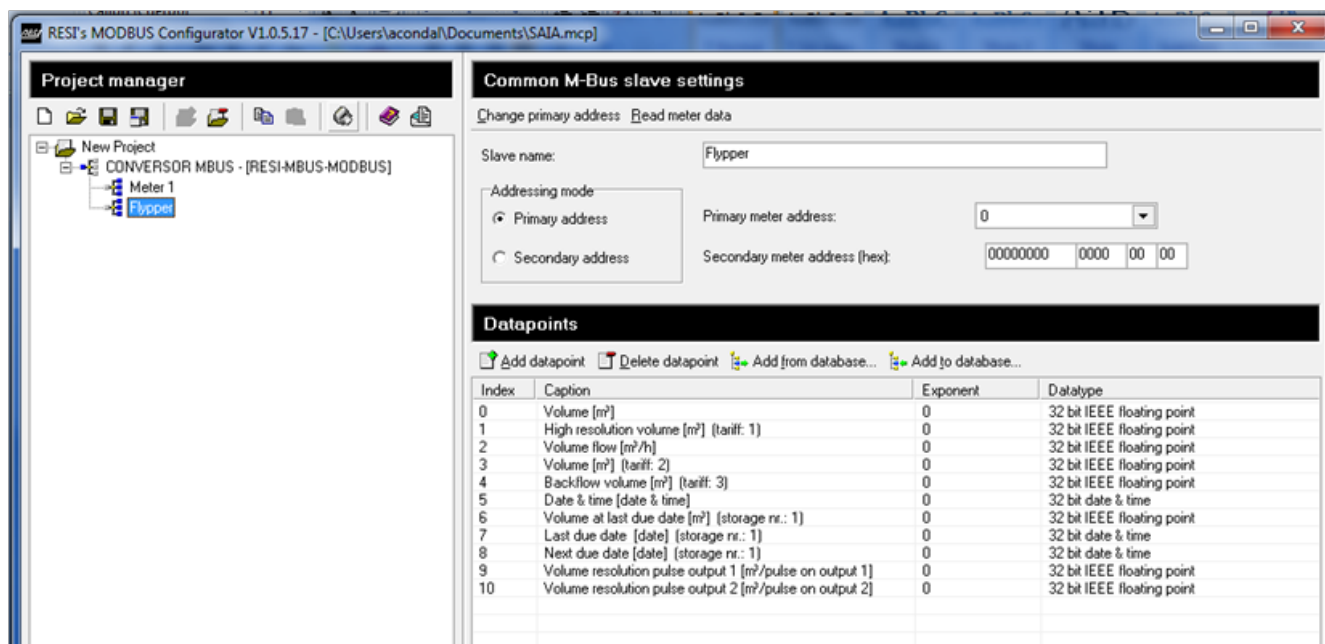

Figura 13: Equipo esclavo M-BUS agregado al proyecto.
2.- Seleccionar el equipo de la lista y hacer clic en **OK**, para agregarlo al proyecto como equipo esclavo M-BUS. ( **Figura 13**)